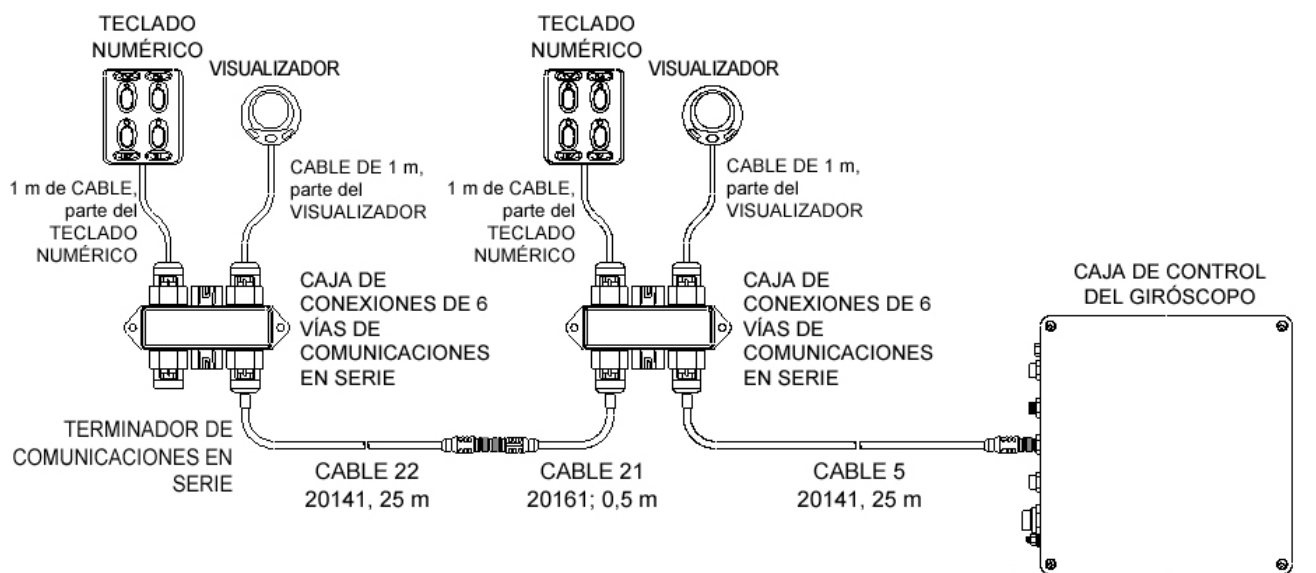

FIGURA 18 – CABLEADO PARA DOS ESTACIONES DE OPERADOR
- a. La Figura 18 a continuación muestra todo el vínculo de comunicaciones en serie para las dos estaciones del operador. El terminador de comunicaciones en serie debe estar instalado en la caja de conexiones de 6 vías para comunicaciones en serie que esté más lejos de la caja de control del giróscopo. Observe que el visualizador y el teclado numérico contienen cada uno un cable integral de 1 m de longitud.